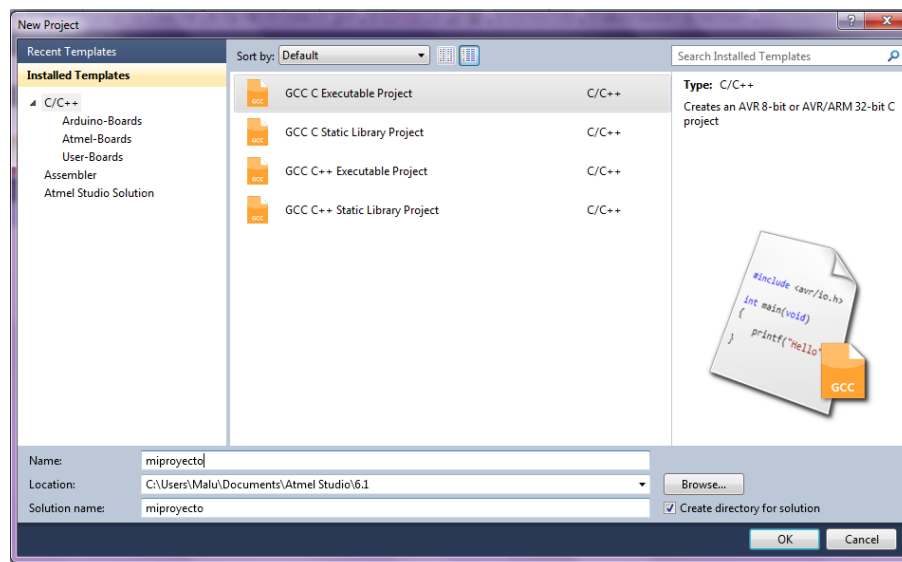

Figura 35 Crear un proyecto Atmel Studio
6. Darle un nombre al Proyecto y luego seleccionar OK. Figura 35. Para este ejemplo usaremos el nombre “miproyecto”